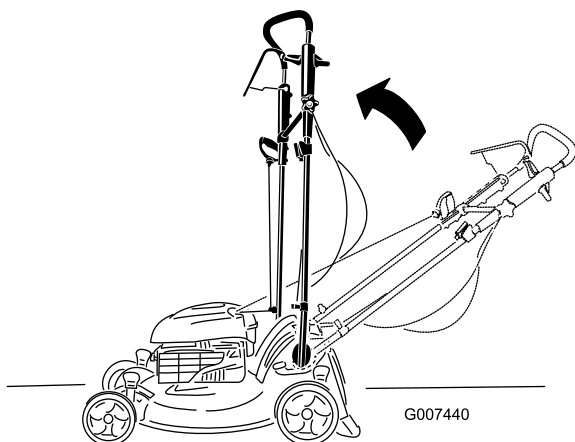

Bild 48
2. Schieben Sie den Griff in die hochgestellte Stellung (Bild 48).